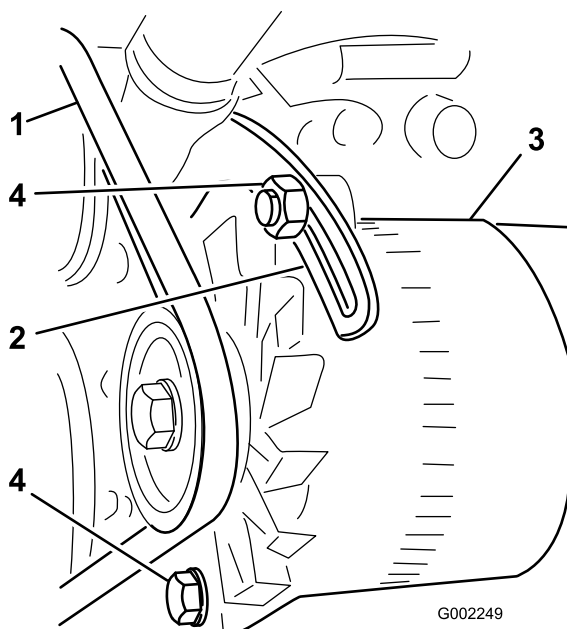

Bild 69
3. Lösen Sie die Schrauben, mit denen der Bügel am Motor befestigt ist, und die Schraube, mit der die Lichtmaschine am Bügel befestigt ist (Bild 69).